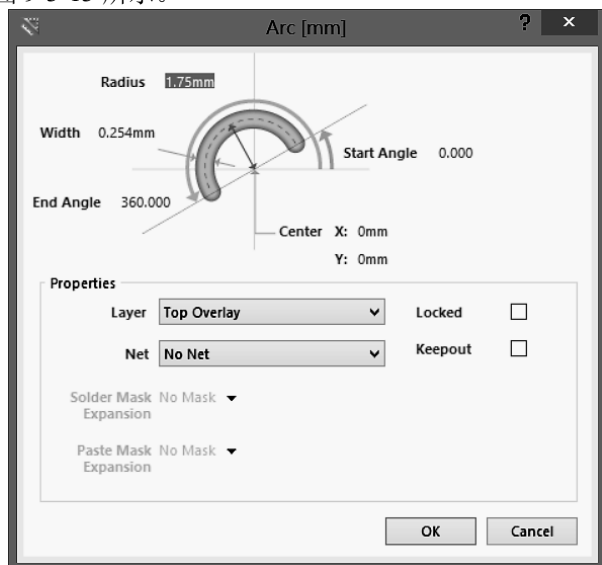

图 9-3-12 设置圆的参数
(1) 将 Top Overlay 设置为当前层。
(2) 执行菜单命令 Place→Full Circle 或单击 PCB Lib Placement 工具栏中的  按钮，出现十字形指针并带有圆形符号，进入放置圆形状态，圆心为元器件封装中心即参考点，先随意画出圆，然后双击圆上的线段，出现如图 9-3-12 所示对话框，设置圆半径为 1.75mm，线宽默认为 0.254mm。
(3) 执行菜单命令 **Place**→**Full Line** 或单击 **PCB Lib Placement** 工具栏中的  按钮, 出现十字形指针并带有线段符号, 进入放置线段状态, 设置线段的线宽为 0.254mm, 从焊盘 1 到焊盘 2 画一条线段, 再从焊盘 3 到焊盘 4 画一条线段。